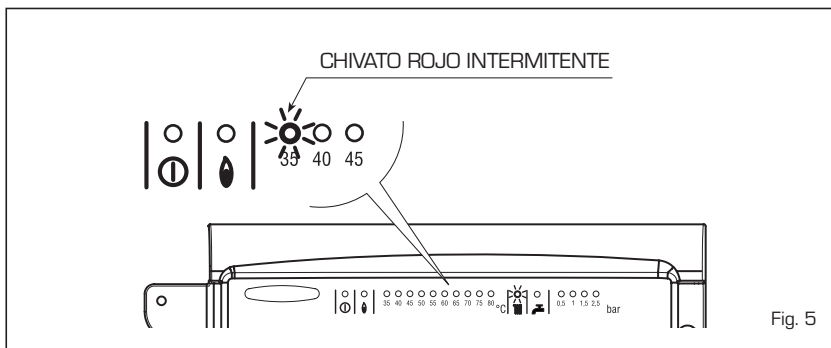

Fig. 5
- **Actuación termostato de seguridad/humos** (fig. 5)